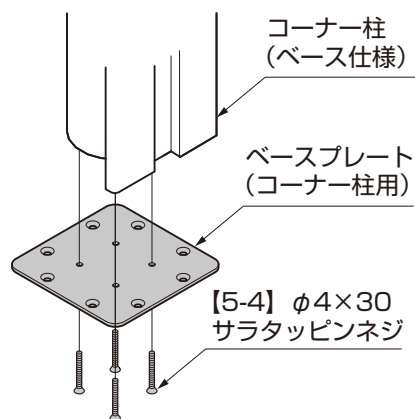

図3-2
- ①ベースプレート（コーナー柱用）を、コーナー柱（ベース仕様）に【5-4】で取付けてください。（図3-2参照）